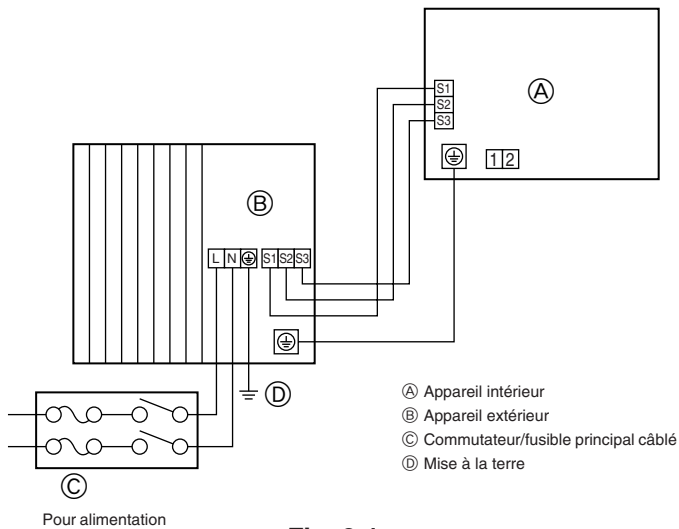
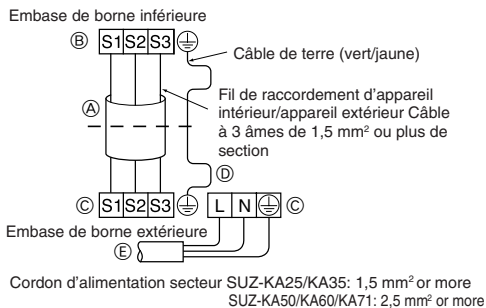
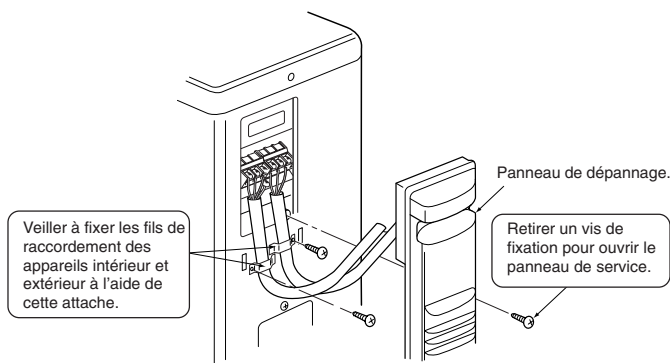
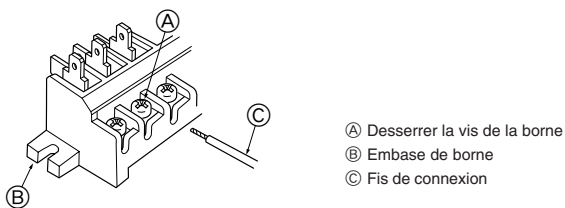

Fig. 6-1
Fig. 6-2
Fig. 6-3
Fig. 6-4
### 6.1. Appareil extérieur (Fig. 6-1, Fig. 6-2, Fig. 6-3, Fig. 6-4)
- ① Déposez le panneau de service.
- ② Raccordez les câbles conformément aux Fig. 6-1, Fig. 6-2, Fig. 6-3 et Fig. 6-4.
- Effectuez le câblage selon le diagramme en bas et à gauche. (Veuillez vous procurer le câble localement) (Fig. 6-2)
- Faites attention de brancher les fils correctement. (Fig. 6-4)